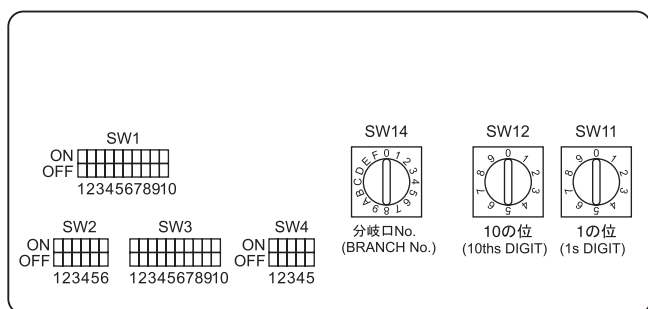

Fig. 4-6
4.5. Ρύθμιση διευθύνσεων (Fig. 4-6)
- ① Ρύθμιση διευθύνσεων